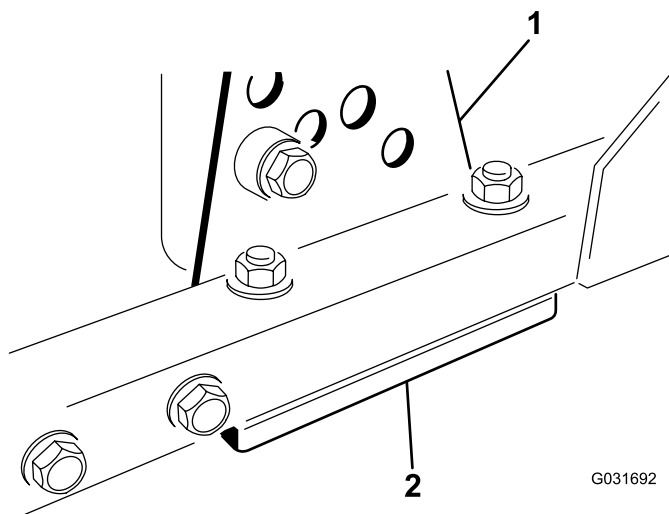

Figura 94
1. Togliete la staffa dell'altezza di taglio (anteriore, sinistra o destra) dal telaio del piatto di taglio (Figura 94).
2. Regolate gli spessori di 1,5 mm e/o 0,7 mm fra il telaio del piatto di taglio e la staffa per ottenere l'impostazione dell'altezza desiderata (Figura 94).